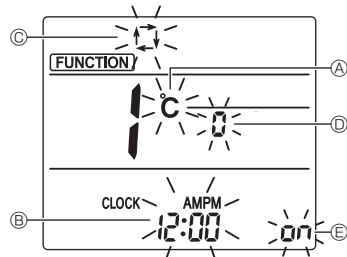

Fig. 5-12
Der Bildschirmanzeige-Einstellungsbildschirm erscheint. (Fig. 5-12)
5.10.2. Ändern der Temperatureinheit (Fig. 5-12 Ⓐ)
- Drücken Sie die **TEMP**-Taste ⑤.
- Mit jedem Drücken der **TEMP**-Taste ⑤ wechselt die Einstellung zwischen **°C** und **°F**.
5.10.3. Ändern der Zeitanzeige (Fig. 5-12 Ⓑ)
- Drücken Sie die **TIME**-Taste ⑥.
- Mit jedem Drücken der **TIME**-Taste ⑥ wechselt die Einstellung zwischen ^{AMPM}12:00 und 24:00.
5.10.4. Ändern des AUTO-Modus (Fig. 5-12 Ⓒ)
- Drücken Sie die **—**-Taste ⑦.
- Mit jedem Drücken der **—**-Taste ⑦ wechselt die Einstellung zwischen und .
5.10.5. Ändern von Paar Nr. (Fig. 5-12 Ⓓ)
- Drücken Sie die **↓**-Taste ④.
- Mit jedem Drücken der **↓**-Taste ④ wechselt die Paarnummer 0–3.